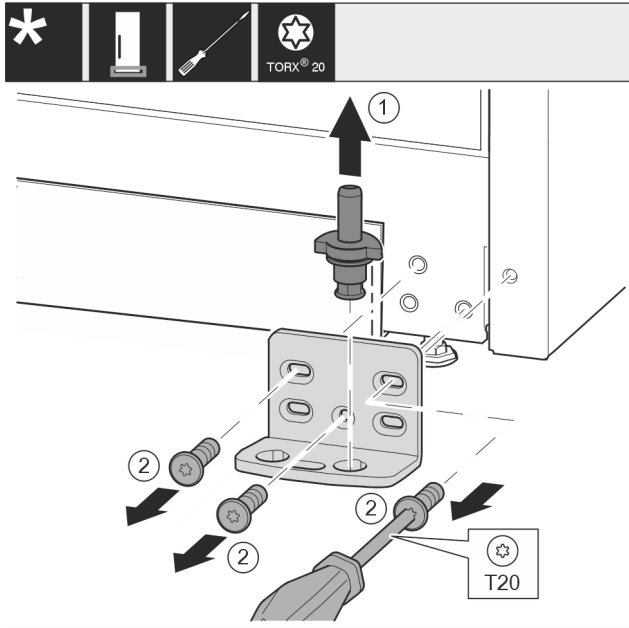

Fig. 17
- ▶ Estrarre completamente verso l'alto i perni di supporto Fig. 17 (1).
- ▶ Svitare le viti Fig. 17 (2) con un cacciavite e rimuovere il blocco di supporto.